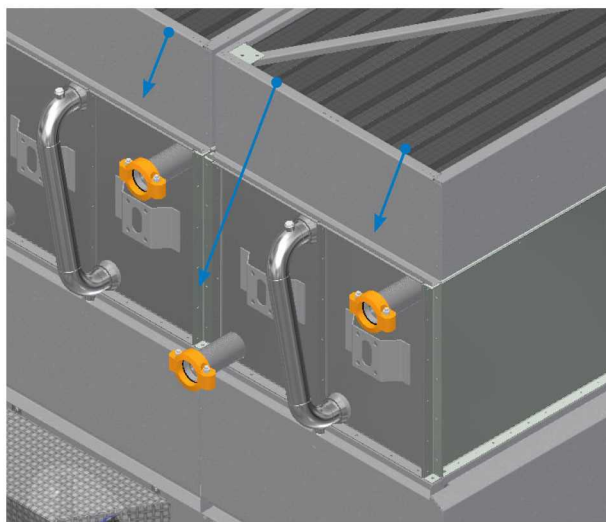

Рис. 20. Размещение гибкой муфты (показан последовательный поток)
1. Разместите гибкую муфту ND80 (виктолическую, ВАС № 202174М6) на системе технологии теплопередачи hCore®. См. рисунок 20.